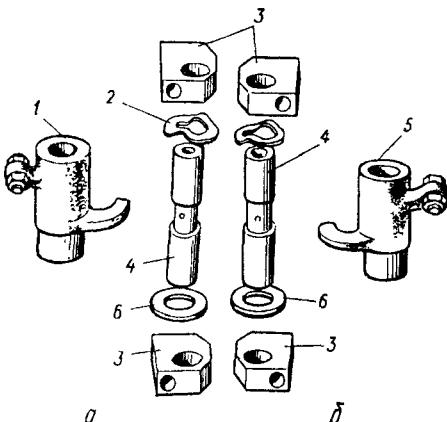

Рис. 2.36. Коромысла двигателя М67-36
- ✓ в кронштейн 3 (рис. 2.36) запрессовать конец оси 4 коромысла, которое не имеет отверстия для смазки;